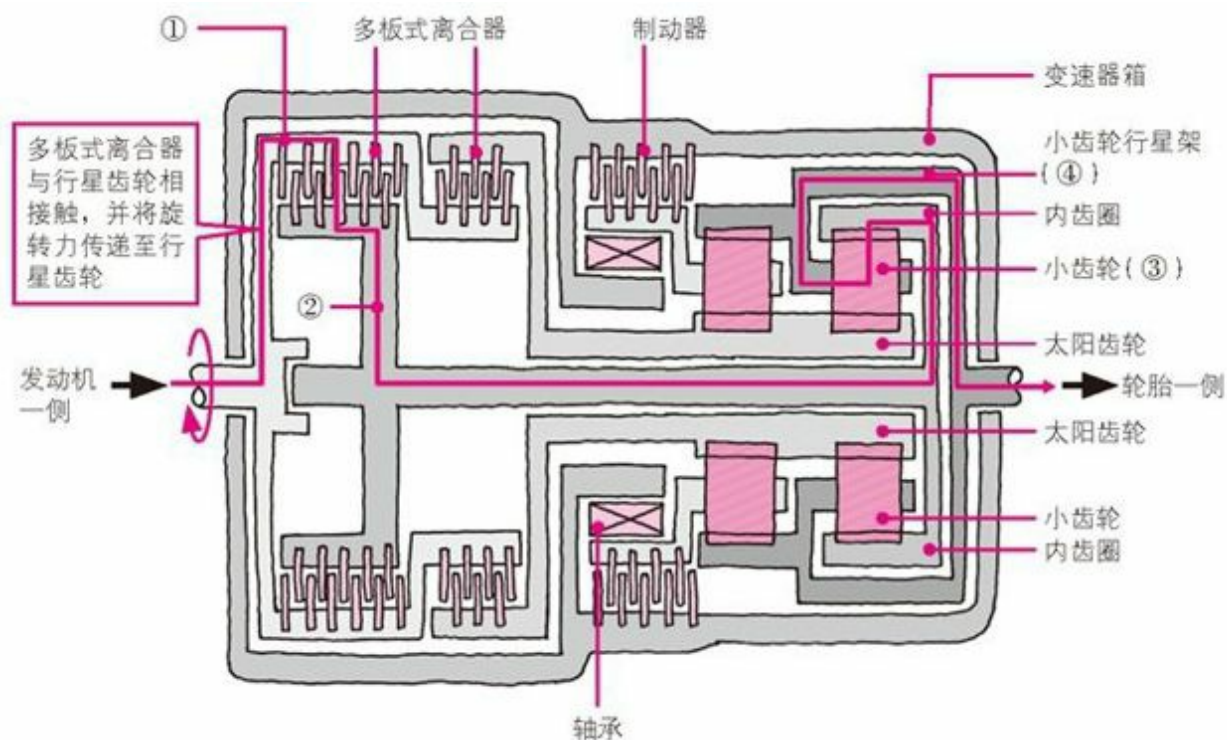

图3.13 行星齿轮中使用的多板式离合器
与讲解发动机和锁止时所介绍的离合器相同，这里使用的离合器装置也是利用摩擦片切断或传递旋转力的。但它不是位于发动机之后的大圆盘状的装置，而是重叠了几个小圆盘状的离合器的多板式离合器（图3.13）。
图3.13是装有行星齿轮和多板式离合器的变速箱的剖面图。图左侧的线是多板式离合器，右侧着色的长方形是行星齿轮中的小齿轮。图中并排着两组行星齿轮。啮合哪一个多板式离合器，决定了要将旋转力传递到行星齿轮的哪个齿轮。例如，啮合左上角的多板式离合器（①）时，旋转力随箭头所指通过中心轴（②）传递到右侧的小齿轮（③）。随后经过小齿轮中心时，小齿轮行星架（④）开始转动，将旋转力传递至轮胎。自动变速器就是通过如此复杂的切换自动变速的。